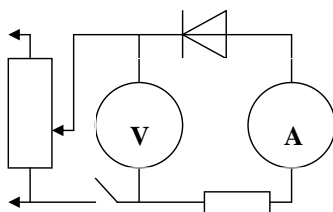

Рис. 2
1. Разберитесь с работой схемы, представленной на рис. 2. Обратите внимание на полярность включения диода и измерительных приборов.